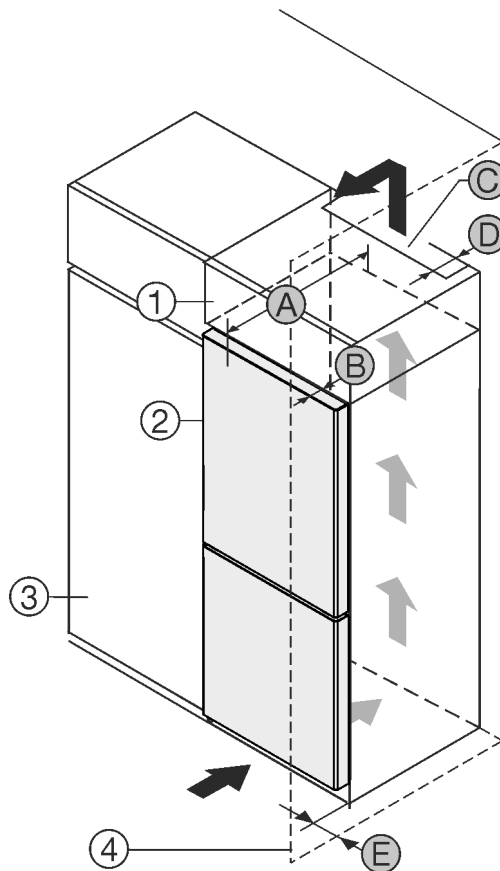

Fig. 1
- (3) Кухонный шкаф
- (D) Расстояние до обратной стороны устройства
- (4) Стена
- (E) Расстояние до стороны устройства
- (A) Глубина устройства
Установите устройство непосредственно рядом с кухонным шкафом Fig. 1 (3).
На задней стенке дополнительного шкафчика должен быть вентиляционный канал с глубиной Fig. 1 (D) по всей ширине этого шкафа.
Нужно соблюдать вентиляционное отверстие Fig. 1 (C) под нижней панелью.
Если устройство установлено на шарнирах у стены Fig. 1 (4), то расстояние между устройством и стеной должно быть не менее 13 мм.
Если устройство установлено на шарнирах у стены Fig. 1 (4), то расстояние между устройством и стеной должно быть не менее 20 мм.
Чтобы можно было полностью открыть двери, устройство должно выступать на глубину двери Fig. 1 (B) относительно передней стенки кухонного шкафа. В зависимости от глубины кухонных шкафов Fig. 1 (3) и использования пристенных распорок устройство может выступать и больше.